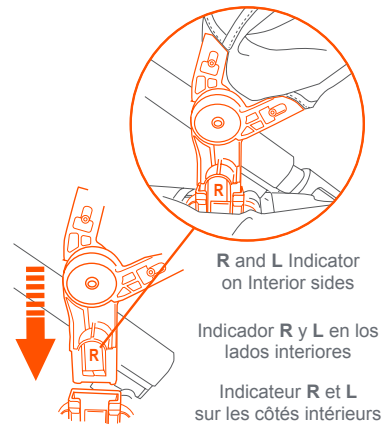
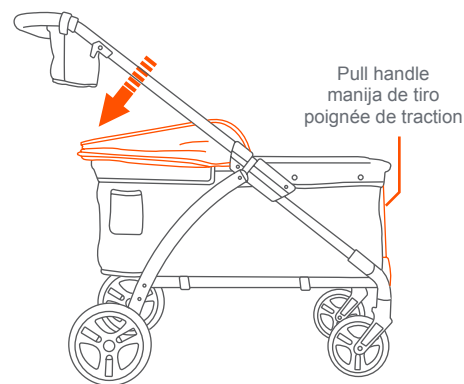

Fig. 6a
Fig. 6c
6) • To install the canopy: Locate the (Right) and (Left) indicators on the interior side of the connection. From the wagon pull handle end, insert the **R** connection then the **L** connection to the frame. Press in firmly (Fig. 6a) and (Fig. 6c).
• **To close the canopy:** Flip in the visors and push down toward the frame completely (Fig. 6c)
• **Para instalar el dosel:** Localice los indicadores (Derecha) y (Izquierda) en el lado interior de la conexión. Desde el extremo del mango de tracción del vagón, inserte la conexión R y luego la conexión L al marco. Prensa firmemente (Fig. 6a) and (Fig. 6c).
• **Para cerrar el dosel:** pliegue los visores y empuje por completo hacia abajo en dirección al armazón (Fig. 6c)
• **Pour installer l'auvent:** Localisez les indicateurs (R- à droite) et (L- gauche) du côté intérieur de la connexion. À partir de l'extrémité de la poignée de traction du wagon, insérez la connexion R puis la connexion L au cadre. Appuyez fermement (Fig. 6a) and (Fig. 6c).
• **Fermeture de l'auvent :** Replier les pare-soleil à l'intérieur et les pousser complètement vers le bas en direction du cadre (Fig. 6c)